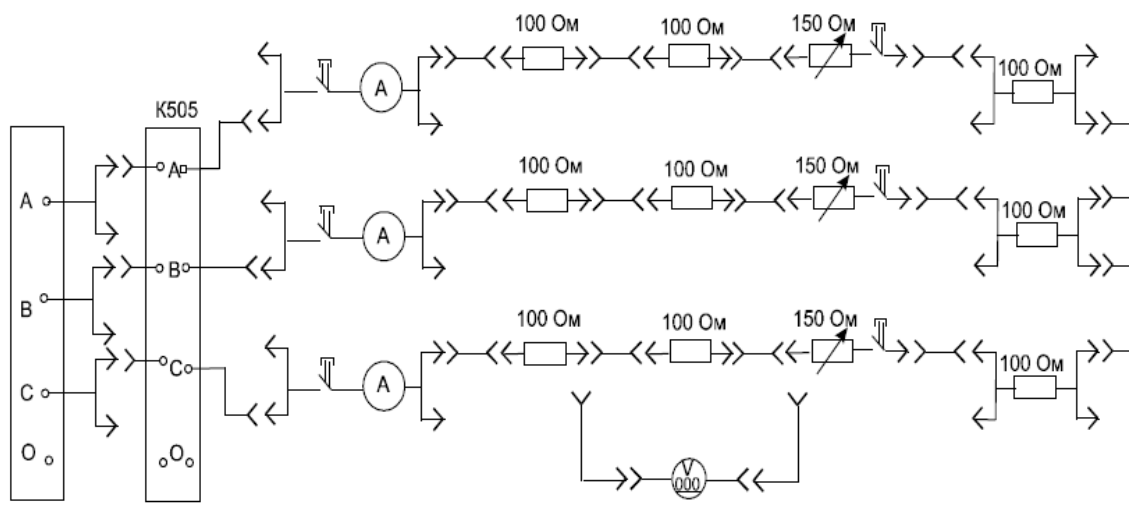

Рис. 16
7. Исследовать трехфазную цепь при соединении приемников электрической энергии звездой без нейтрального провода. Собрать трехпроводную трехфазную цепь по монтажной схеме, рис. 16. Отключить нейтральный провод от исследуемой цепи.